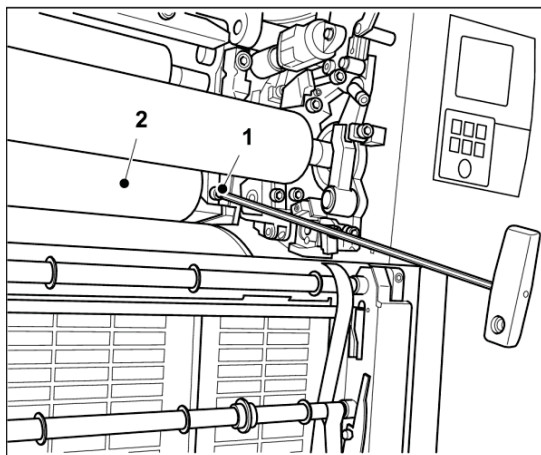

図 38 インキ着けローラ2の取り外し
両側でTレンチを六角形(図38/1)に差し込んで、ラッチを下向きにします。
2. インキ横振り金ローラDの上に手を伸ばし、インキ着けローラ(図38/2)を版胴とインキ横振り金ローラDの間で持ちます。